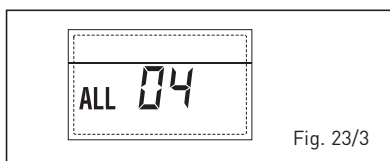

Fig. 23/3
**- ANOMALIA SONTA IDA AQUECIMENTO "ALL 05" (fig. 23/4)**